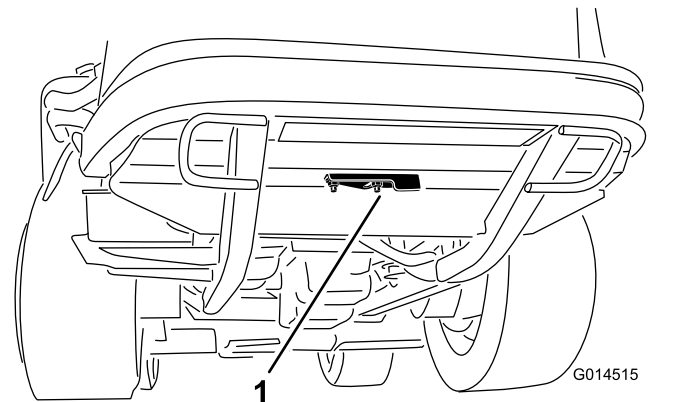

Figura 44
2. Afloje la tuerca con arandela prensada que sujeta la tapa del hueco de limpieza a la parte inferior del bastidor trasero (Figura 44). Gire la tapa a un lado para tener acceso al hueco de limpieza del bastidor.